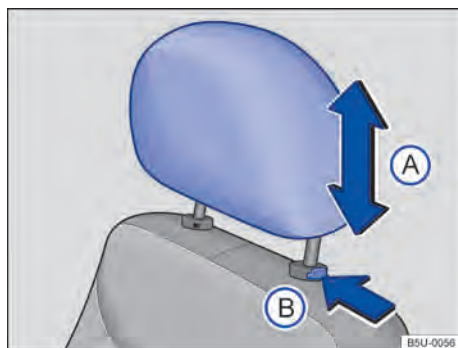

Fig. 57 Apoio para cabeça dianteiros: ajustar.
- Empurrar o apoio para cabeça para cima ou para baixo na direção da seta → Fig. 57 (A) → ▲ em *Introdução ao tema* na página 70.